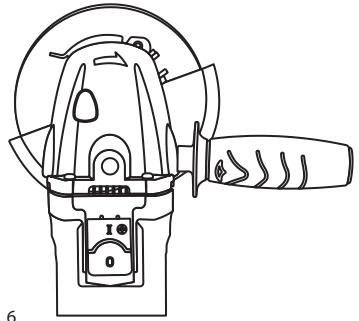

Fig. 6
- Monter la poignée auxiliaire (1) en tournant la vis (2) dans le sens des aiguilles d'une montre dans le carter d'engrenage (3)
- La poignée peut être installée dans trois positions différentes; côté gauche, côté droit ou au milieu de l'outil (Fig. 6, 7 & 8).